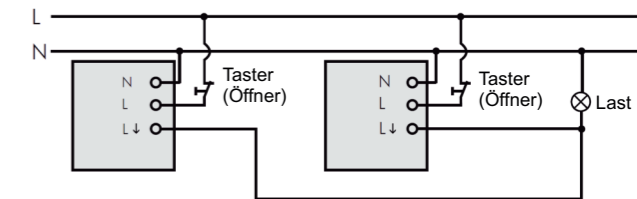

Bild 5
3.3.2 Eine Last wird von zwei Meldern geschaltet. (Siehe Bild 5).